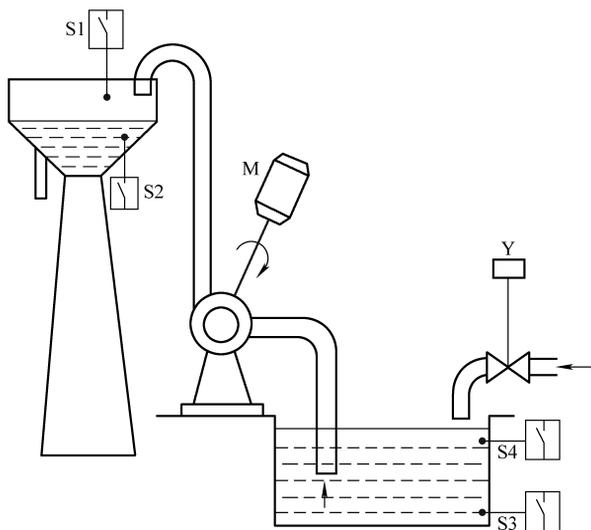

图 3-16
1. 识读 PLC 控制水塔水位自动控制系统示意图（见图 3-16）及控制要求。